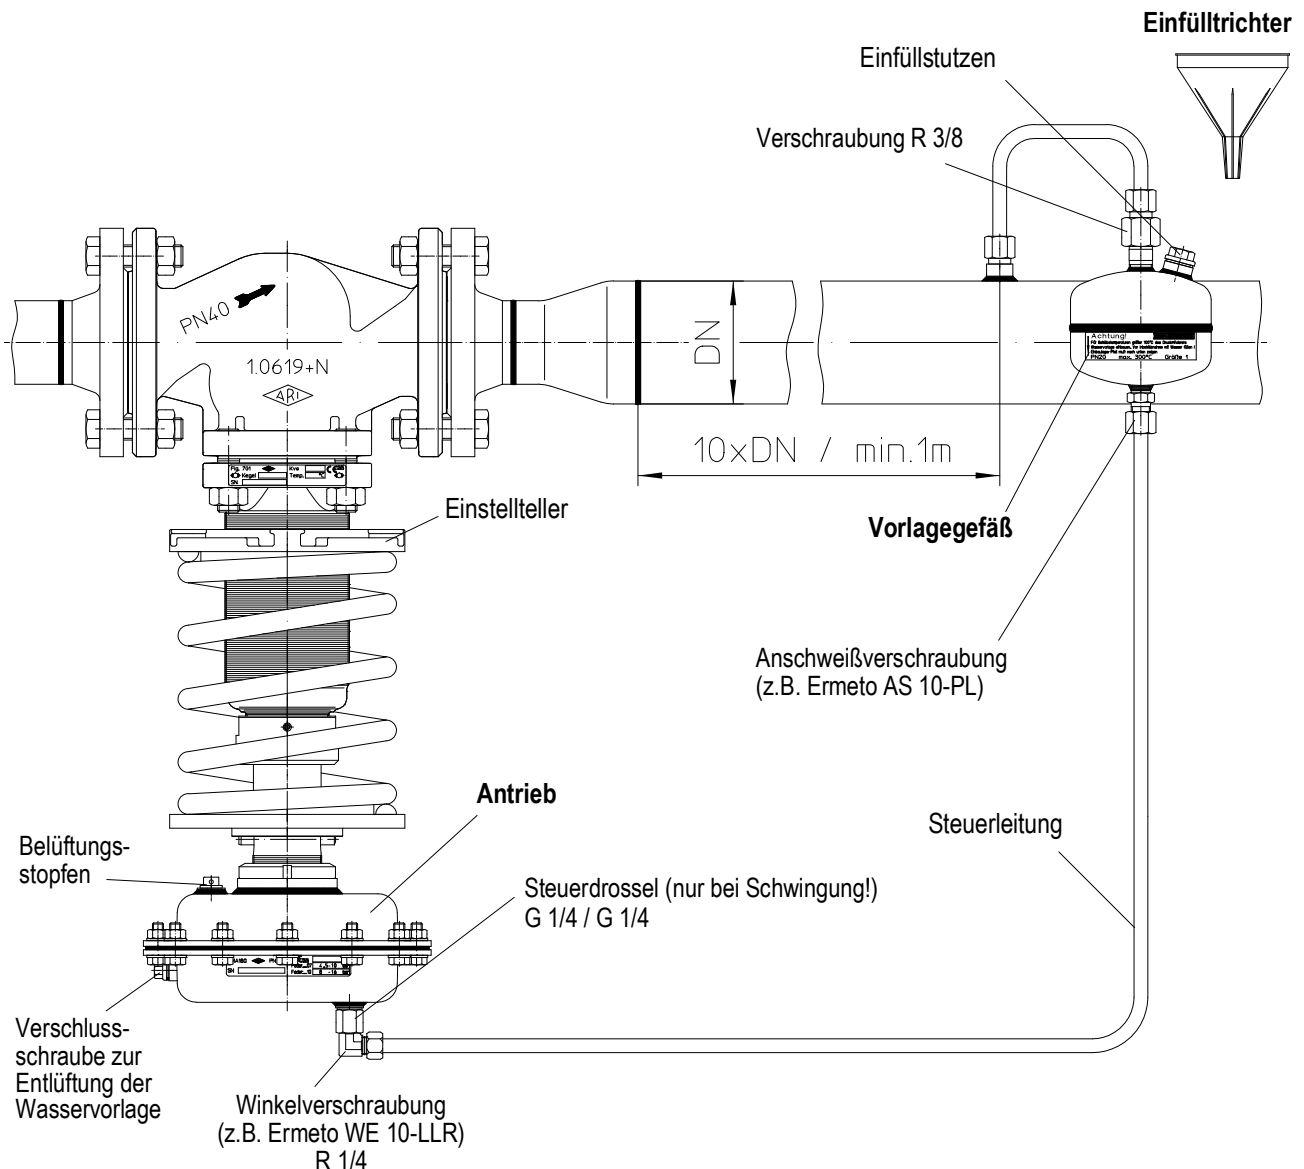

Bild 5
- Ein vorhandenes Vorlagegefäß ist komplett mit Medium (bei Dampf mit Wasser) gefüllt und der Antrieb über die Verschlussschraube (siehe Bild 5) entlüftet.